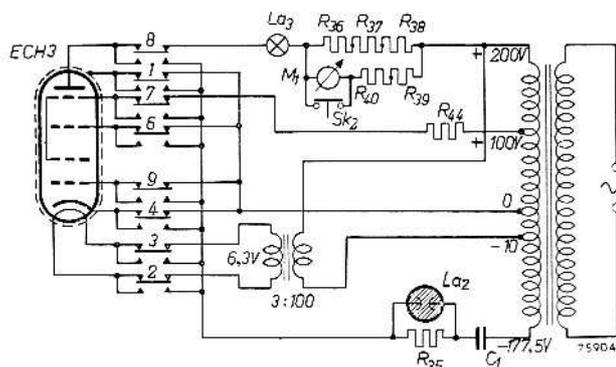
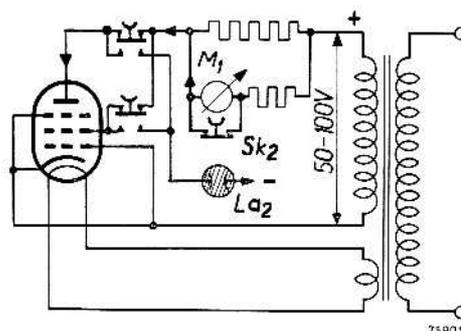

Fig. 5
Fig. 6
Pour faire comprendre le fonctionnement, la fig. 5 montre un exemple de schéma de mesure, celui du tube ECH 3 en l'occurrence.
A. En premier lieu, il faut essayer l'anode de la partie du tube que l'on contrôle, au point de vue fuite et court-circuit. A cet effet, on enfonce le bouton correspondant à l'anode; celui-ci est indiqué sur l'étiquette de la carte perforée correspondante, après "Electrode" (bouton 8 dans la fig. 5). Si la carte perforée comprend des nombres placés entre parenthèses, ces nombres se rapportent aux anodes d'autres parties du tube, pour lesquelles existent d'autres cartes. Lorsque l'anode est en court-circuit avec une autre électrode, la lampe témoin au néon La₂ s'allume.
Si nous appuyons à la fois sur Sk_2 et sur le bouton correspondant à l'anode, l'aiguille de l'indicateur retombe à zéro. Cependant il faut faire une exception pour les tubes dans lesquels l'anode et la grille écran sont reliées pendant la mesure. On trouvera ce renseignement sur la carte perforée correspondante. Si cependant, comme c'est le cas pour la majorité des tubes à grille-écran, le trou G_s du groupe IV est percé dans la colonne correspondant à la grille-écran de la partie du tube à contrôler (voir également notice d'instruction), la grille-écran sera alimentée séparément pendant la mesure (voir par exemple fig. 5). Si aucun trou G_s n'est percé l'anode et la grille-écran sont réunies pendant la mesure (fig. 6). Dans ce cas le trou A est utilisé tant pour l'anode que pour la grille-écran (voir par exemple dans la notice d'instruction des tubes EF 39, KL 1, KL 2, KL 5, UF 8, UL 1, etc.).
Le rapport entre l'émission et la pente est le plus facilement caractérisé par la courbe I_a/V_g . La fig. 6 représente deux de ces courbes pour un même tube.